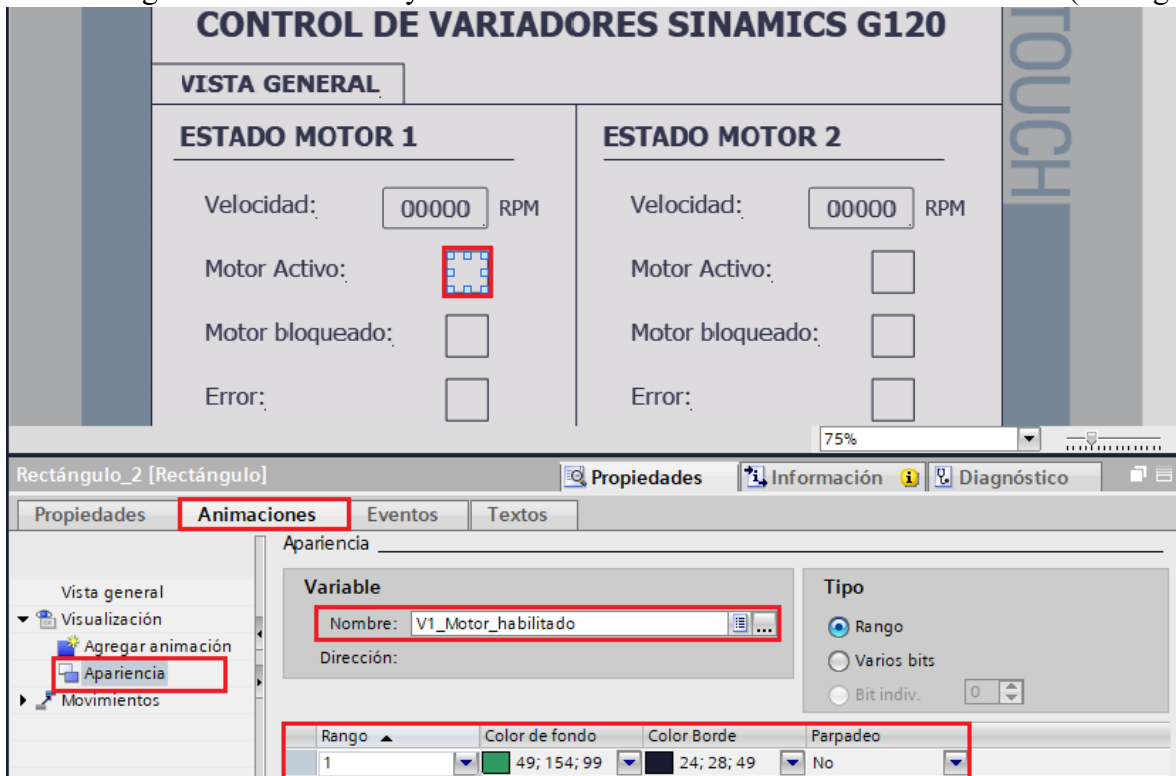

Figura 40. Configuración estado Motor activo.
- En “Rango” seleccionar “1” y en “Color de fondo” seleccionar el color “Verde” (ver Figura 40)